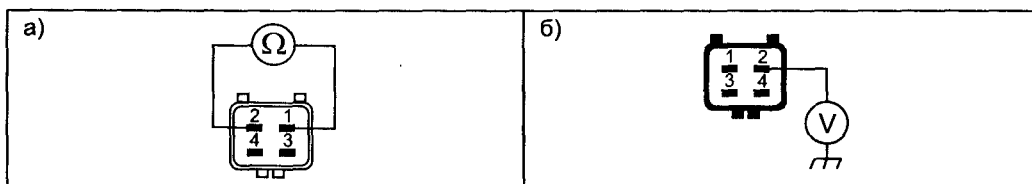

Рис. 2.7.10. Система контроля выпуска
- отключить разъем λ зонда и при включенном зажигании проверить наличие «+12 В» на контакте «2» разъема жгута (см. рис. 2.7.10б), если питания отсутствует, проверить замок зажигания, предохранители EFI, IGN, реле K46 и соответствующие соединения;
- проверить сопротивление обмотки нагревателя, контакты «1—2» разъема λ -зонда (см. рис. 2.7.10а), его величина должна быть в пределах 1,5...2,1 Ом;